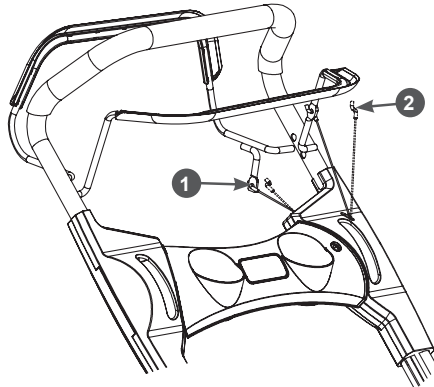

Рис. 7. Установка рычагов и тросов
5. Вставьте Z-образные наконечники тросов остановки двигателя и включения хода в отверстия в соответствующих рычагах с внутренней стороны рычагов (рычаг включения хода (чёрного цвета), рычаг остановки двигателя (жёлтого цвета) (Рис. 7)). Оболочки указанных тросов закреплены на верхней части рукоятки, верхний трос –
трос остановки двигателя, нижний трос – трос включения привода хода (Рис. 7). После этого, вставьте рычаги включения привода хода (чёрного цвета) и остановки двигателя (жёлтого цвета) в соответствующие отверстия на рабочей рукоятке (Рис. 7).